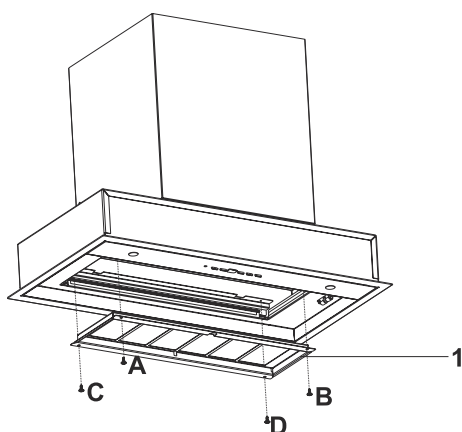

Fig. 7
2. → Placér metalpladen til kulfilter ind i emhætten og skru den nu fast via punkt A, B, C og D med 4 skruer (Fig. 7).